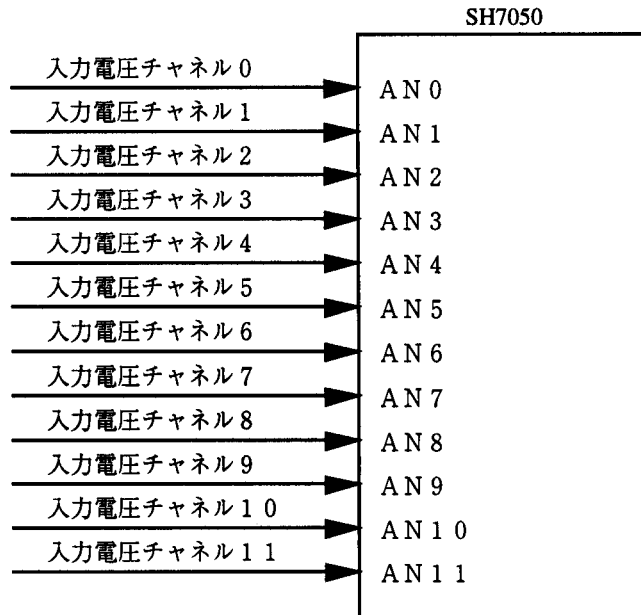

図1 SH7050による電圧の測定ブロック図
- (1) 図1に示すように、1グループ（AN0～11の12チャンネル）に入力される電圧をSH7050のA/D変換器を使用し、測定します。
- (2) 測定結果は24バイトのRAMに格納します。
- (3) 入力する電圧は0～5Vの範囲です。